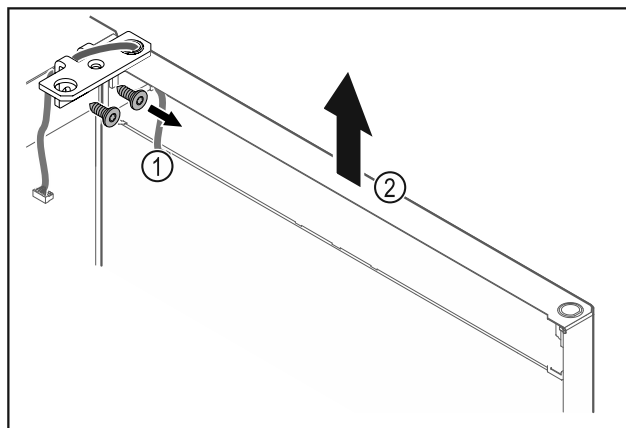

Fig. 19
- ▶ Odvrnite kutne šarke Fig. 19 (1).
- ▶ Dignite vrata s kutnim šarkama Fig. 19 (2) cca 200 mm ravno prema gore i skinite ih.